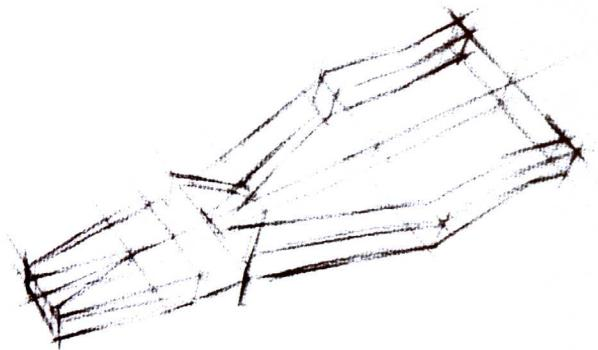

图 2-3 绘制步骤 1
(1) 观察和起稿，要全方位地观察，熟悉物体的前后、上下、左右的构造，选择一个反映其特征的位置起稿，如图 2-3。
(2) 底稿，落笔确定底部的基本位置基线，以直线概括地画出各个基本形体的轮廓线，将